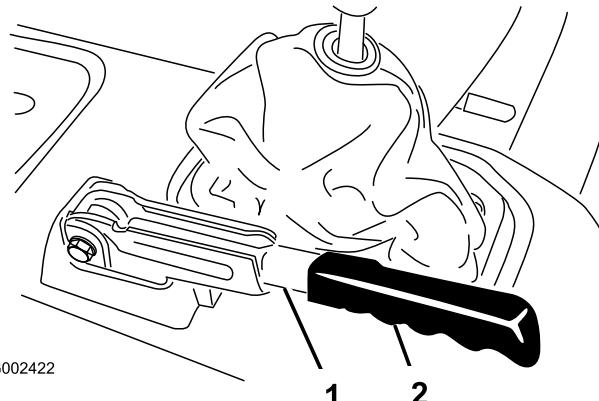

Figura 62
1. Retire a pega de borracha da alavanca do travão de mão (Figura 62).